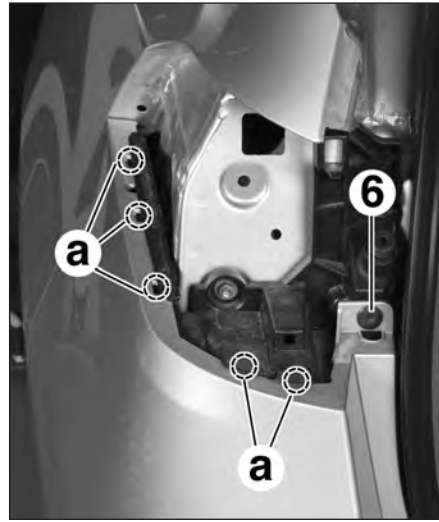

FIG.172
- Déposer la vis (6) (Fig.172).